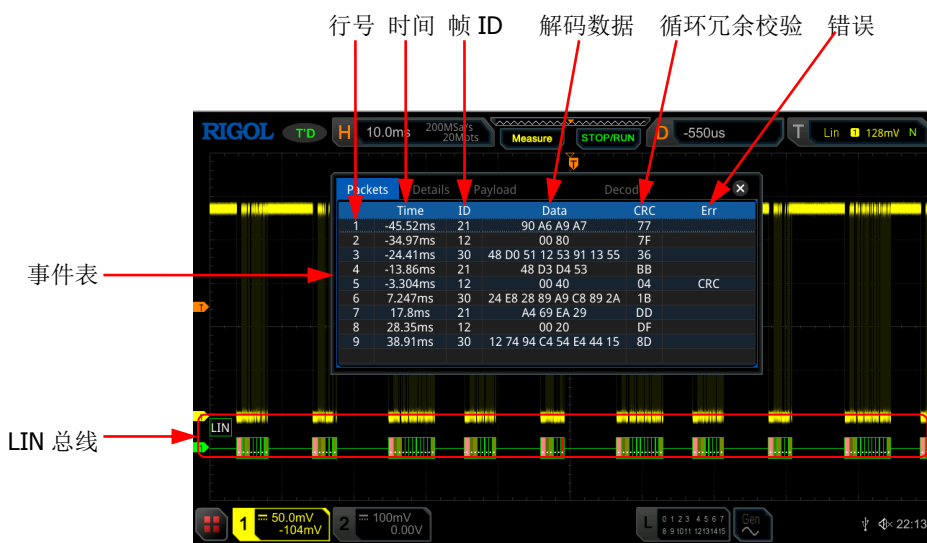

图 11-9 LIN 解码事件表
- 打开或关闭事件表：连续按 **事件表** 键，打开或关闭事件表显示。打开事件表，屏幕弹出如图 11-9 所示的事件表。您也可以用触摸屏功能触摸事件表右上方的图标  关闭事件表功能。另外，当运行状态为“STOP”时，您还可以旋转多功能旋钮  选择指定行并查看相应的解码信息。